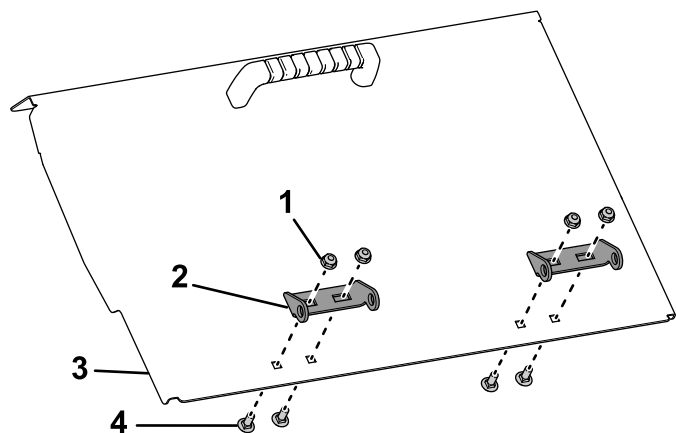

図 7
6. ホッパーのドアに蝶番を取り付ける付属のキャリッジボルト $\frac{1}{4} \times \frac{5}{8}$ " とロックナットを使用する【図 7】。